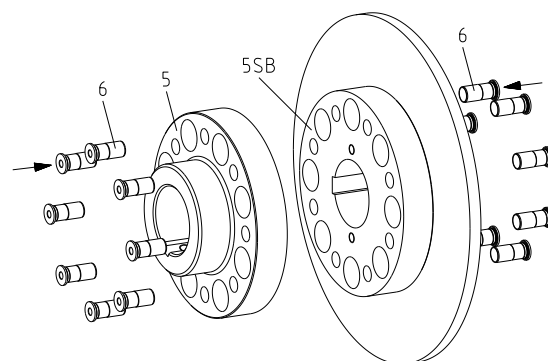

Bild 15
- Driv in bussningarna (komponent 6) med lätta slag i de mindre hålen av nav del 5 (komponent 5) eller del 5SB (se bild 15).